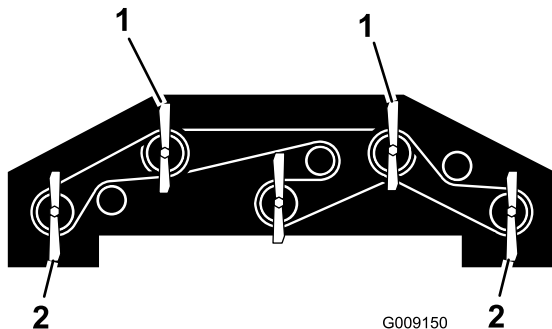

Figura 93
1. Gire las 2 cuchillas delanteras exteriores y las cuchillas de las alas hasta que estén orientadas hacia adelante (Figura 93).